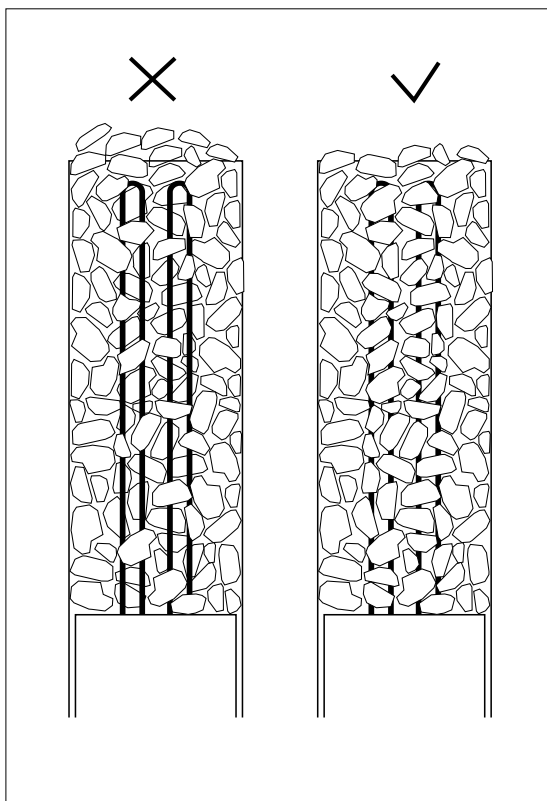

Abbildung 6.9-1: Auflegen der Saunaofensteine
- Das Ofengehäuse besteht aus zwei Teilen, die das Platzieren von Saunaofensteinen ermöglichen. Das obere Gehäuse kann entfernt werden, wenn Steine im unteren Teil des Ofens platziert werden. (Abbildung 6.9-1).
- Die Saunaofensteine werden so dicht wie möglich an den äußeren Rand des Steinfachs gelegt, so dass die Heizelemente nicht sichtbar sind. Eine dichte Schicht schützt die umgebenden Materialien des Ofens vor Überhitzung (siehe Abbildung 6.9-1).
- Stapeln Sie die Steine nicht auf den Ofen (Abbildung 6.9-1). Die Inspektion und Neuordnung der Saunaofensteine sollte alle sechs Monate erfolgen, und die Steine sollten alle 2-3 Jahre ausgetauscht werden.